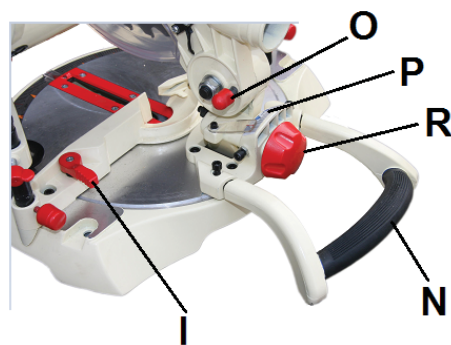

Рис. 2
- Пила поставляется с зафиксированной режущей головой. Чтобы разблокировать голову пилы, вытащите фиксатор (O, Рис. 2), при этом нажав на голову пилы.
- Пила включается нажатием на переключатель на внутренней стороне рукоятки (М, Рис. 2).